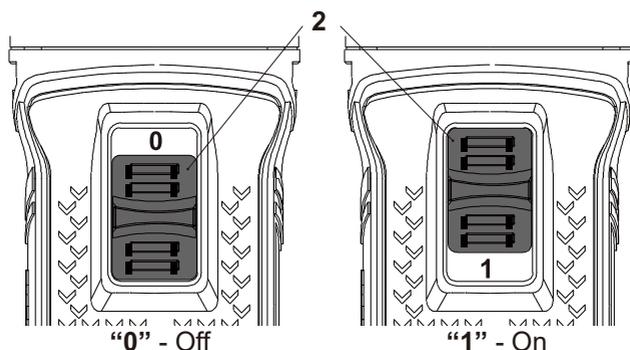

Fig.15
- > Asegúrese de que el interruptor de encendido/apagado (2) está en posición apagado (Fig. 15).
- > Deslice el interruptor de encendido/apagado (2) hacia delante (visto desde la posición del operador) para encender el producto (Fig. 15).
- > Deslice el interruptor de encendido/apagado (2) hacia atrás (visto desde la posición del operador) para apagar el producto (Fig. 15).